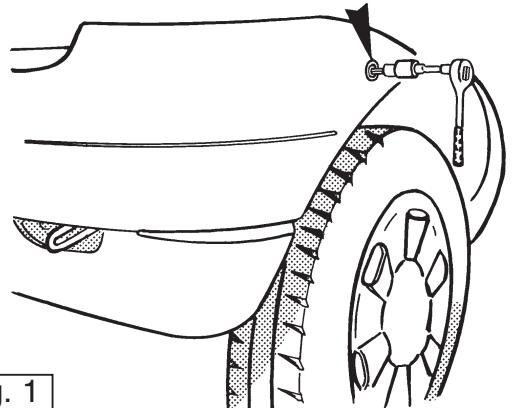
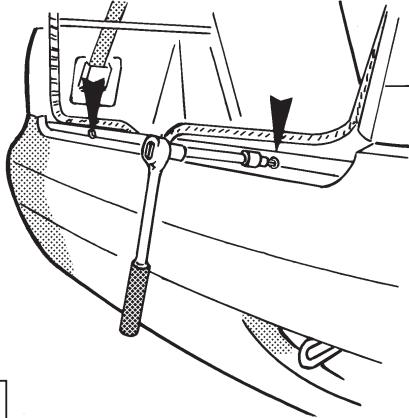

fig. 1
fig. 3
1. Demonter kofangeren ifølge fig.1 til og med fig.3. Demonter nummerpladebelysningen midt på kofangeren.